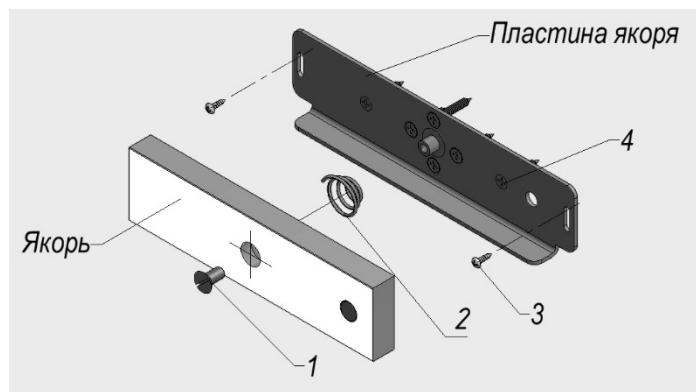
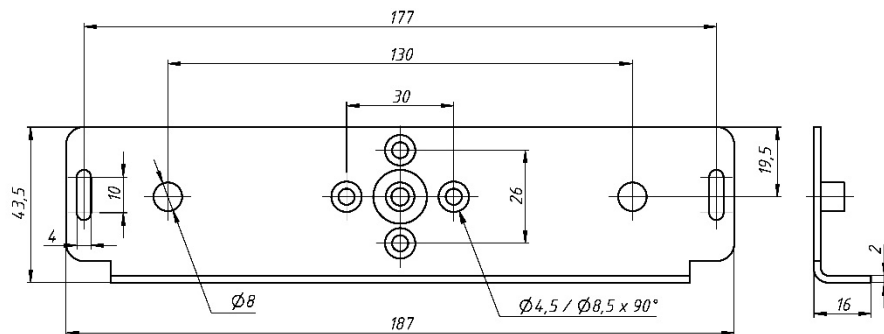

Рис.2
Рис. 6 Пластина крепления якоря
В комплекте поставки замка **AL-350FB-02** элементы крепежа якорной части заменены комплектом крепления якоря **350P** (рис.2):
- **комплект крепления якоря 350P** (Рис.2).
Якорь замка для варианта поставки **AL-350FB-02** устанавливается без сверления монтажных отверстий в двери и без штифта. Якорь соединяется с пластиной (Рис.6) винтом М6х12 через амортизирующую пружину и затем через регулировочные пазы в пластине крепится саморезами (поз.3 рис.2) к двери. После окончательной регулировки взаимного положения корпуса и якоря при закрытой двери саморезы (поз.3) затягиваются, якорь снимается с пластины и выполняется крепление пластины к двери саморезами (поз.4), после чего якорь снова устанавливается на пластину.